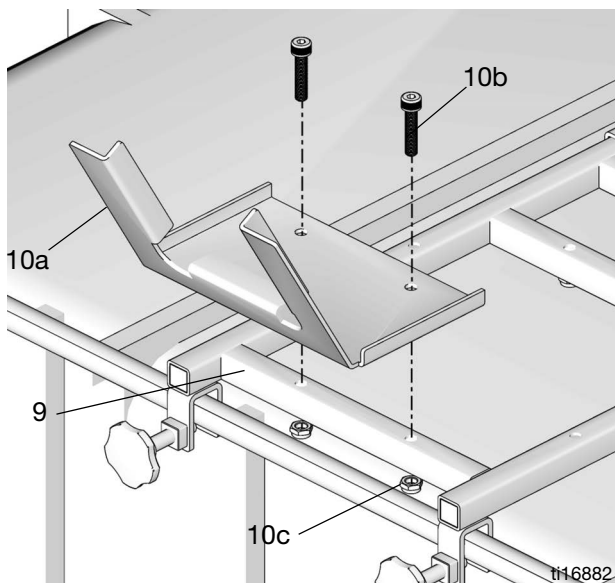

図 15
1. ホースリールガイド (10a) をトップブラケット (9) に取り付けて、ネジ(10b)とナット(10c)でその位置に固定します(図 15)。